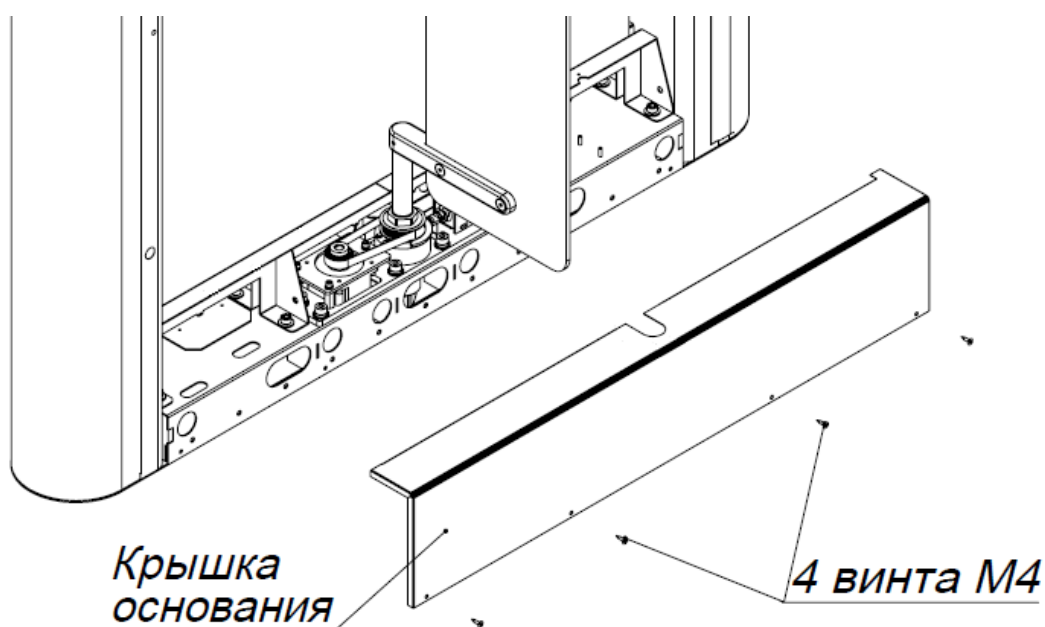

Рис. 6. Схема к установке модуля турникета.
4.2.7. Установите стойки модулей турникета на подготовленную площадку. Открутите 4 винта М4 и снимите крышку основания (рис. 6).